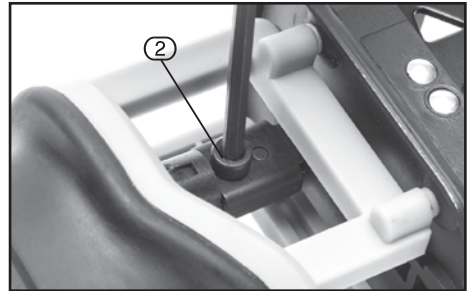

FIG.5
9.2 CHANGE BLADE FUNCTION – FIG. 5